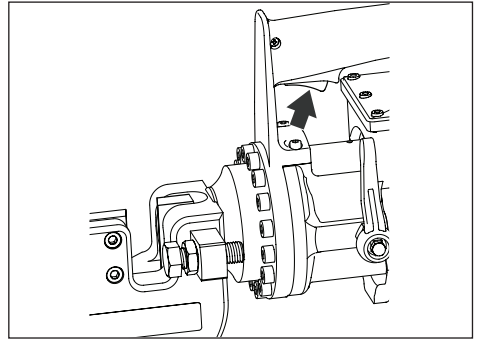
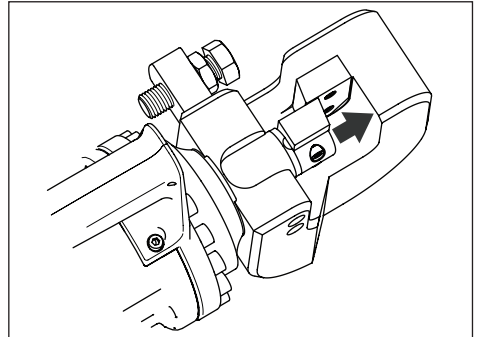

图 2，扳机式开关
图 3，柱塞和刀片完全伸出
- 按下并按住扳机开关，可使柱塞前进并使移动刀片向前滑动。请参见图 2 和图 3。